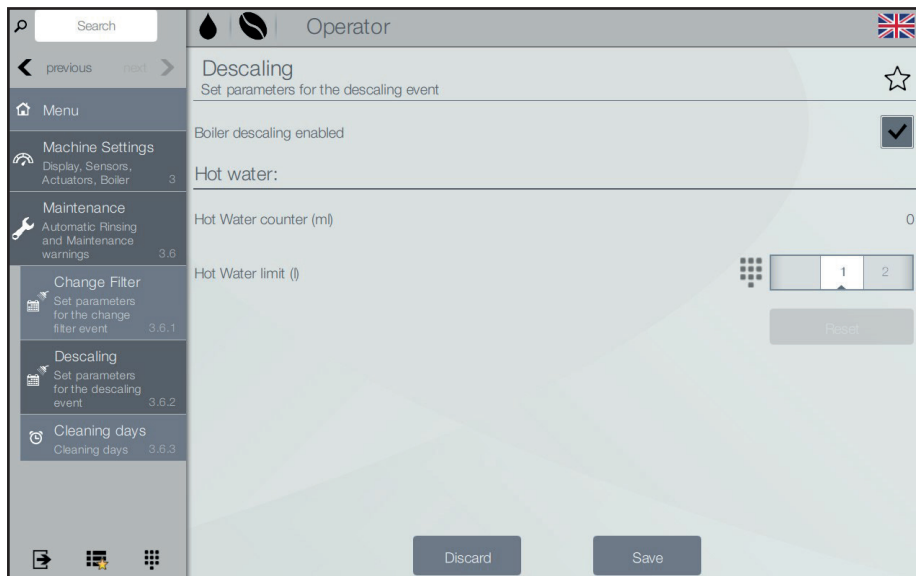

Fig. 6.13- Avkalking
- Aktiver avkalkingsfunksjonen, hvis du foretrekker en avkalking av kjelen og annet utstyr med jevne mellomrom (fig. 6.13).